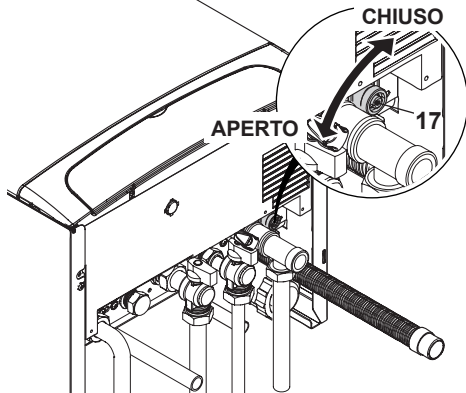

Fig. 9.3
- Allentare il rubinetto di svuotamento caldaia **17** indicato in Fig. 9.3.